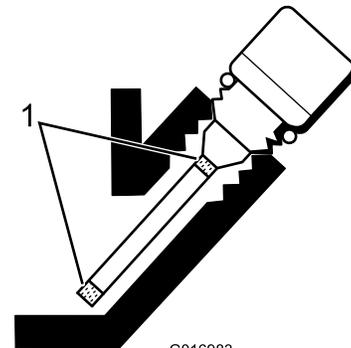

Figura 23
5. Si el nivel es bajo, añada solamente aceite suficiente para que llegue entre las marcas del indicador (Figura 23). **No llene demasiado.**